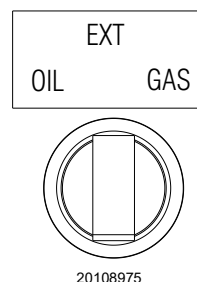

Рис. 31
- Выберите топливо, установив переключатель (Рис. 31) в положение OIL.